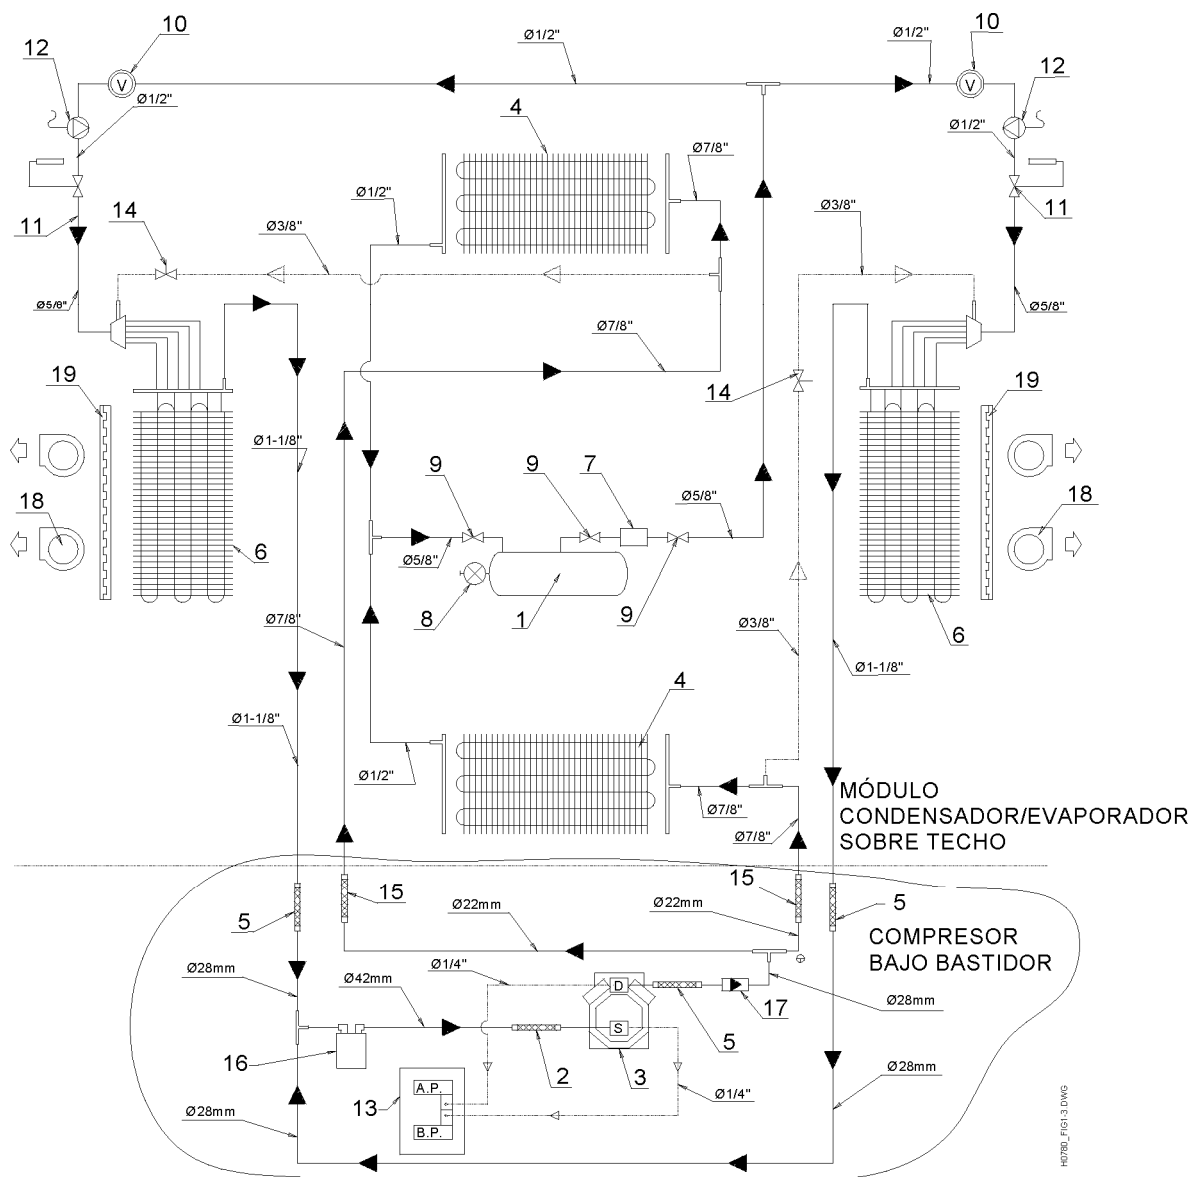

Figura A-3. Esquema circuito frigorífico
A.1.1 Sistema de Refrigeración (Figura A-3)
El esquema del circuito de refrigerante del equipo de aire está representado en la Figura A-3.